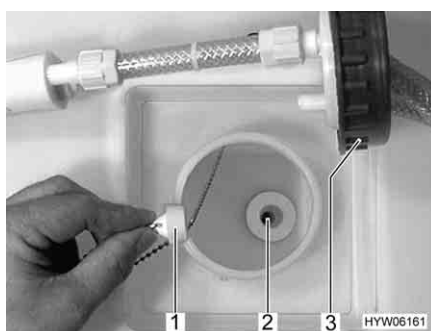

Fig. 144 Serbatoio dell'acqua
- Svitare il coperchio (Fig. 144,3) del serbatoio dell'acqua.
- Estrarre il tappo di chiusura (Fig. 144,1) dall'apertura di scarico (Fig. 144,2). L'acqua fuoriesce.